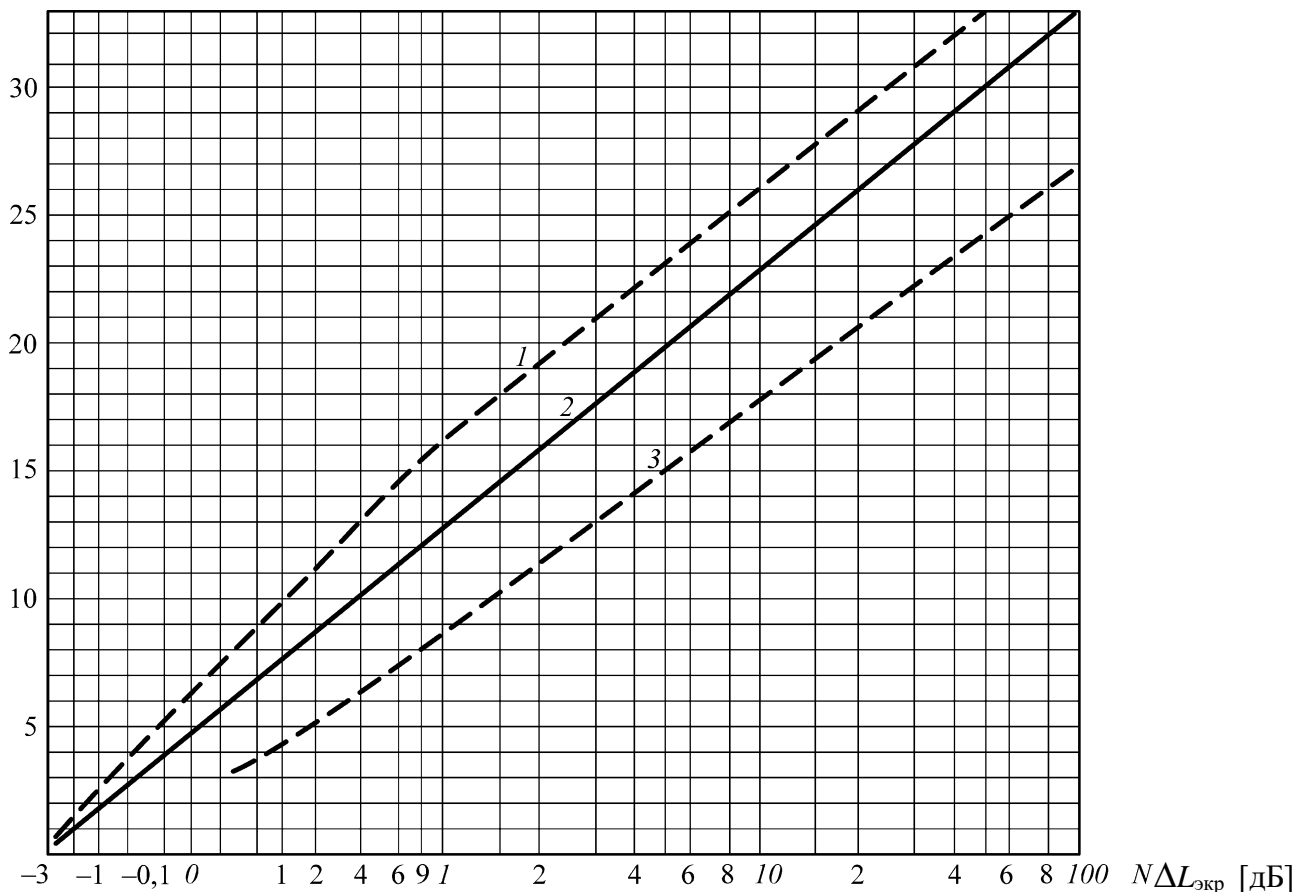

Рис. 1.1. Зависимость снижения уровня звукового давления от числа Френеля
4. Найти по диаграмме (рис. 1.1) снижение уровня звукового давления экраном, $\Delta L_{\text{экp.}}$